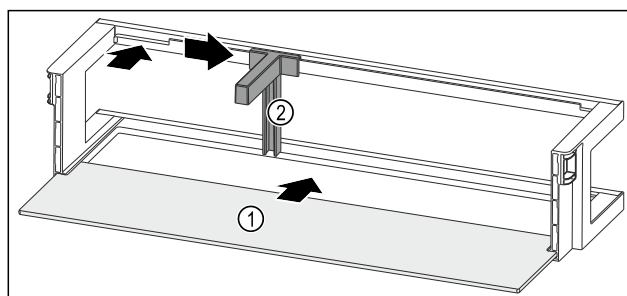

Fig. 234 Balconnet de contre-porte avec tablette de rangement
- Insérer la tablette de rangement Fig. 234 (1) dans les évidements latéraux.
- Insérer le range-bouteilles Fig. 234 (2) dans l'évidement.
- Pousser le range-bouteilles Fig. 234 (2) sur le côté en position souhaitée.